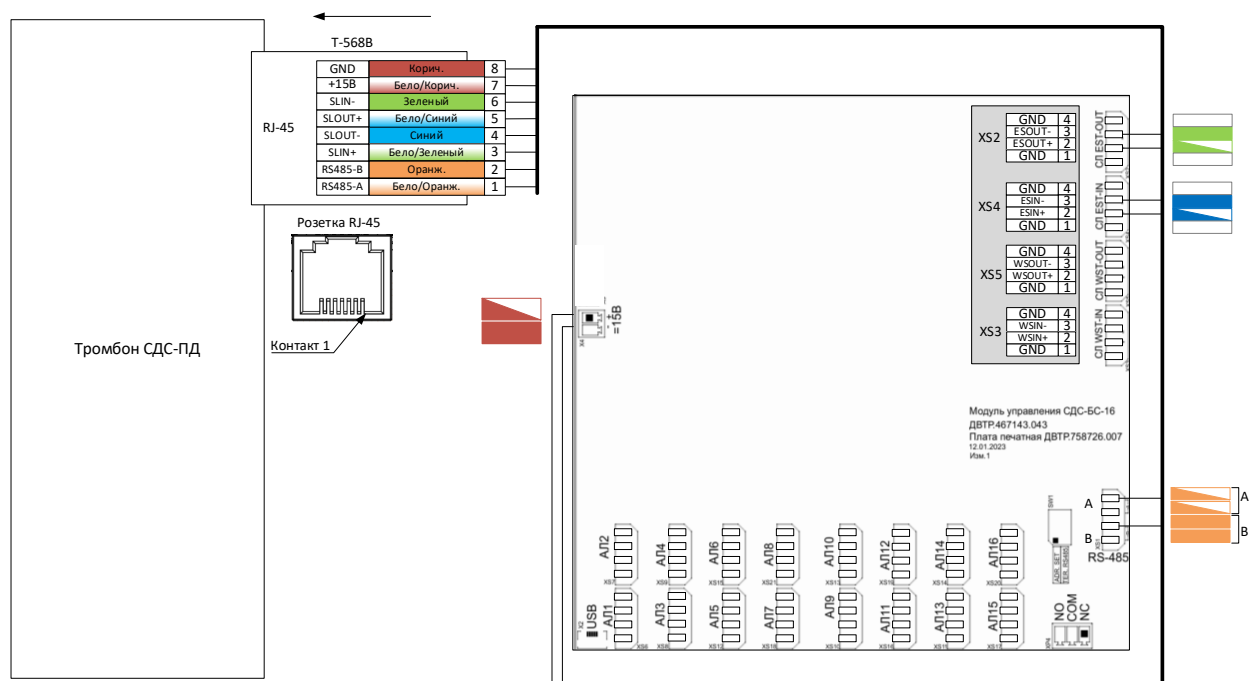

Рис. 3.1
3.1 Соединить СДС-БС и СДС-ПД по схеме (рис. 3.1). Для соединения необходимо использовать кабель UTP 5е. На рис. 3.1 указана типовая цветовая маркировка кабеля UTP 5е.
В поле «Направление ПД» изменить значение на EAST. Поскольку СДС-ПД по схеме рис. 3.1 подключен к направлению EAST (рис. 4.6).